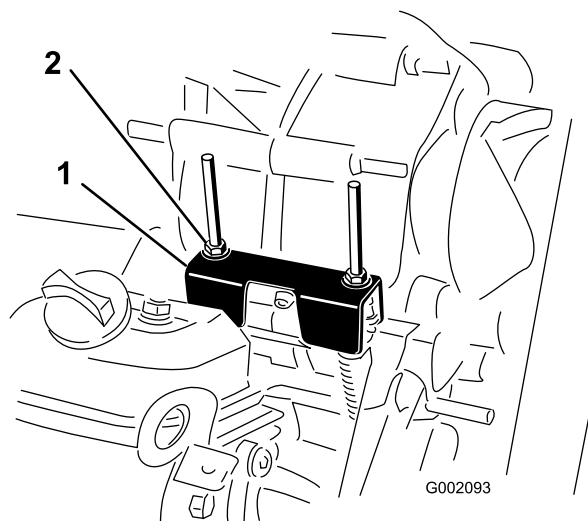

Figure 58
Lors des entretiens courants et/ou des diagnostics du moteur, vous devez placer la boîte-pont au POINT MORT (Figure 58). La position POINT MORT de l'inverseur de marche commande le point mort de la boîte-pont. Pour vérifier que le point mort de l'inverseur de marche actionne correctement le point mort de la boîte-pont, procédez comme suit :
2. Vérifiez que la patte de réglage du point mort est à la position POINT MORT (au même niveau que le support de fixation du câble situé sous la patte d'inversion de marche) en tournant l'embrayage d'entraînement (Figure 58).
3. Tournez un des contre-écrous (Figure 58) pour obtenir un espace de 0,76 à 1,52 mm (0,03 à 0,06 po) entre le bas de l'écrou/la rondelle et la patte de réglage du point mort.